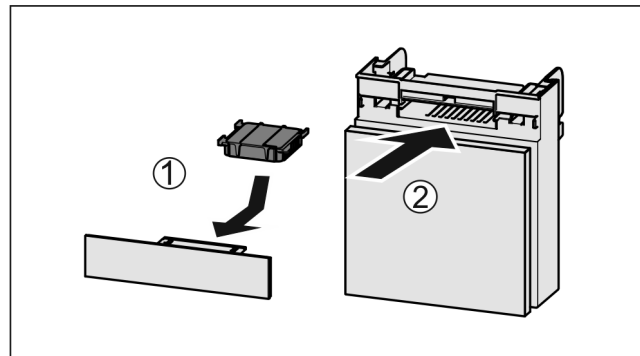

Fig. 110
- ▶ Actiefkoolfilter overeenkomstig afbeelding aanbrengen Fig. 110 (1).
- ▶ Lade erin schuiven Fig. 110 (2).